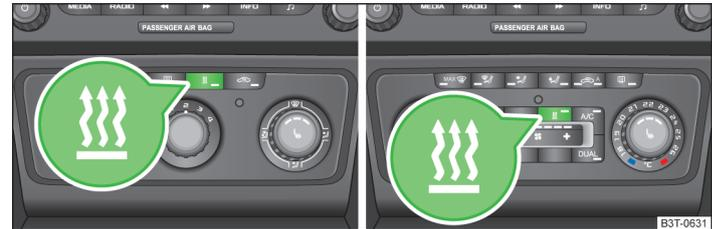

Abb. 109 Taste für direktes Ein-/Ausschalten auf dem Bedienteil der Klimaanlage / Climatronic
-  mit der Taste auf dem Bedienteil der manuellen Klimaanlage / Climatronic. Die Kontrollleuchte in der Taste leuchtet auf » Abb. 109;
-  mit der Taste auf dem Bedienteil der manuellen Klimaanlage / Climatronic. Die Kontrollleuchte in der Taste erlischt » Abb. 109;
Wenn die Anlage läuft, leuchtet in der Symboltaste  » **Abb. 109** eine Kontrollleuchte.